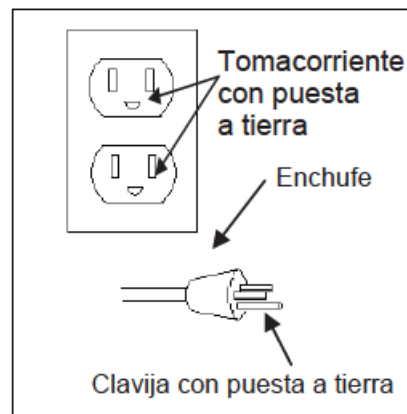

Figura 1
- J. CABLE DE ALIMENTACIÓN:** Este producto está diseñado para usarse en un circuito nominal de 120 voltios y debe contar con una puesta a tierra. Se debe usar un cable con un enchufe con puesta a tierra tal como se muestra. Asegúrese de que el producto esté conectado a un tomacorriente que tenga la misma configuración que el enchufe (consulte la Figura 1). No debe utilizarse ningún adaptador con este producto.